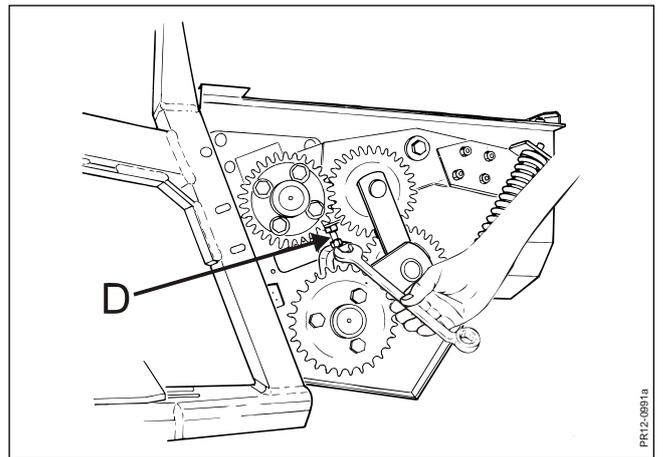

Fig. 3-24
**Fig. 3-24** Le réglage de l'écartement, s'il est nécessaire, s'effectue au niveau de la vis **D** qui possède un contre-écrou qui doit être resserré après le réglage. Le réglage doit être effectué de chaque côté de la machine.